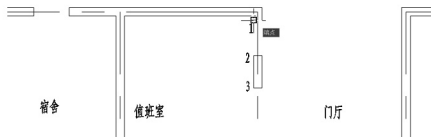

图 3.53 指定第二条尺寸界线原点
② 在**指定第二条尺寸界线原点**: 提示下，捕捉如图 3.53 所示的“门洞口”左上角点 (1 处) 作为线性标注的第二条尺寸界线的原点。